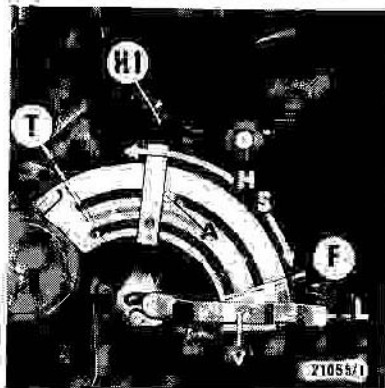

Bild 35
Werden leichtere, einachsige Arbeitsgeräte an der Anhängeschiene aufgesattelt, muß die Aufwärtsbewegung der unteren Lenker begrenzt werden, um bei hecklastigem Gerät ein Hochschlagen zu vermeiden (z. B.: Hochdruckpressen). Hierzu wird der Handhebel ⑪ bei tiefster Stellung der unteren Lenker hochgezogen, nach hinten gedreht und wieder eingedrückt. Anschließend den Steuerhebel – H 1 – Bild 35 auf „Heben“ stellen. Damit werden die unteren Lenker bis Norm-Ankupplungshöhe angehoben.